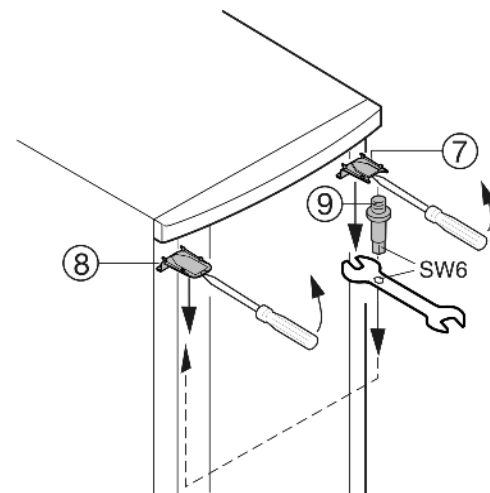

Fig. 5
- Vpředu nahoře šroubovákem uvolněte kryt Fig. 5 (7) akryt Fig. 5 (8) a vyjměte je šikmo dolů.
- Ložiskové čepy Fig. 5 (9) vyšroubujte a zašroubujte je na protilehlé straně (**s 4 Nm**). K tomu použijte vnitřní šestihran dodaného rozvidleného klíče.
- Znovu namontujte kryt Fig. 5 (7) na straně ložiskového čepu: vzadu nasadte, vpředu zaklapněte.
- Namontujte kryt Fig. 5 (8) na protilehlé straně: vzadu nasadte, vpředu zaklapněte.
- Dvířka zavěste do ložiskových čepů Fig. 5 (9) a dvířka zavřete.